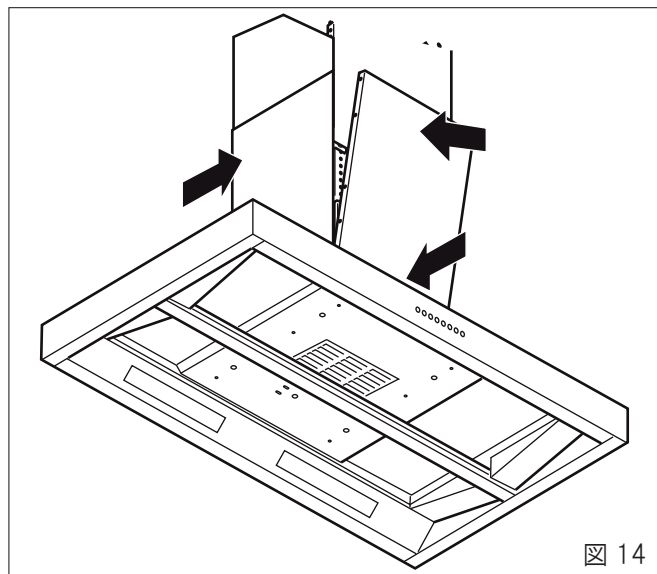

図 14
4. 下部ダクトカバーを両サイドから合わせるように取り付けてください。(図 14)